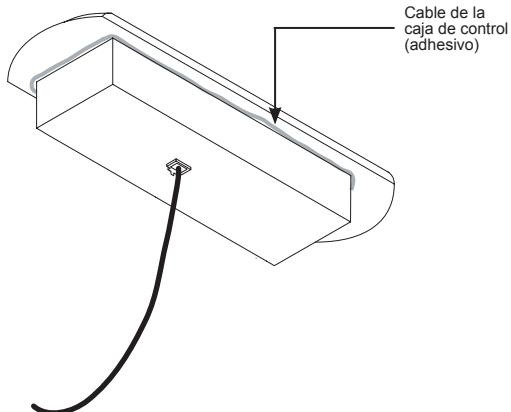

Figura 6 - Aplicación del adhesivo
- 2 El adhesivo con moderación alrededor de la base del panel de control (Figura 6).